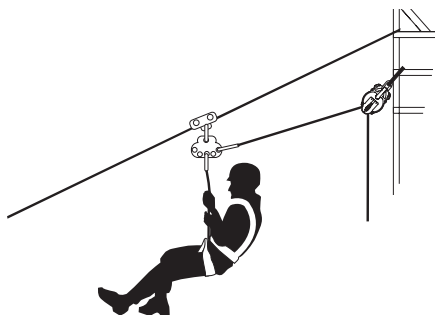

Fig. 12
7.3. Frivillig evakuering på en lutande yta (Fig. 12)